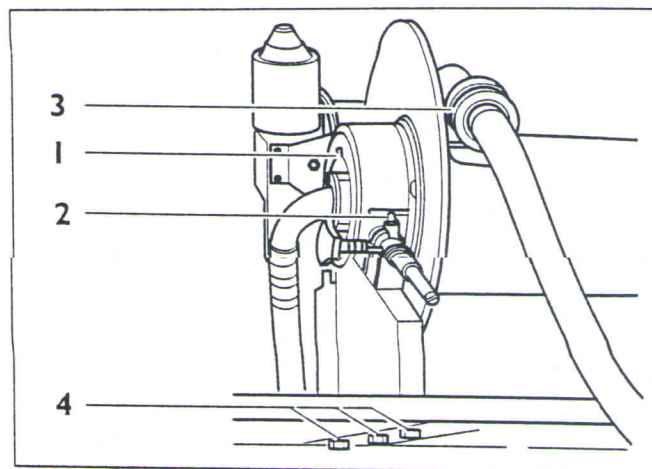

Fig. 109/1 Manutenção do carretel da mangueira
- Lubrifique a coroa e o pinhão através do bocal de lubrificação (Fig. 109/1, Pos. 1).
- Lubrifique o suporte da manivela através do bocal de lubrificação (Fig. 109/1, Pos. 2).
- Verifique a solidez das uniões com parafusos entre o suporte do carretel e a estrutura superior do veículo (Fig. 109/1, Pos. 4).
- Desenrole completamente a mangueira e verifique o estado do assento e vedação da peça de conexão ao carretel (Fig. 109/1, pos. 3).